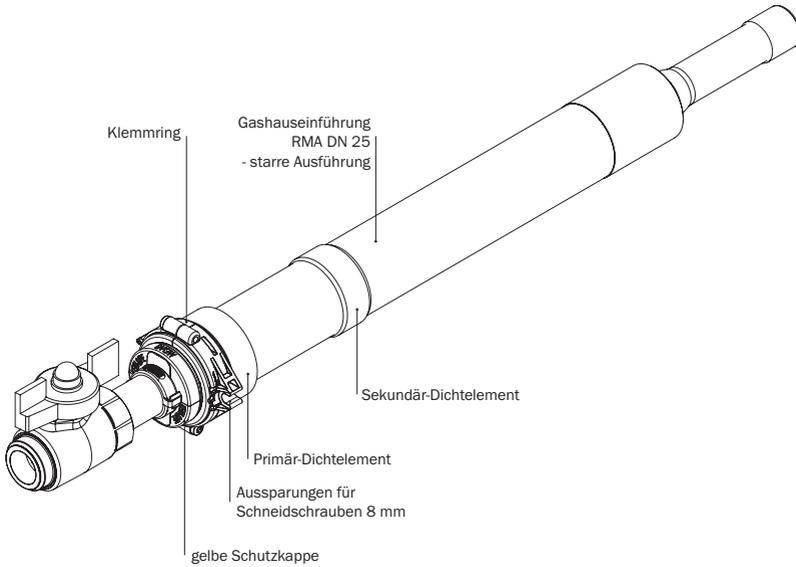

Abbildung 25.2: Montageset Verdreh- und Ausreißsicherung für RMA Gashauseinführung DN 25 (starre Ausführung)
- Für eine ordnungsgemäße Installation der Gasleitung muss das unter Abschnitt 22 beschriebene Montageset an der Gashauseinführung RMA DN 25 (starre Ausführung) wie in der folgenden Abbildung dargestellt angebracht werden (s. Abbildung 25.2):